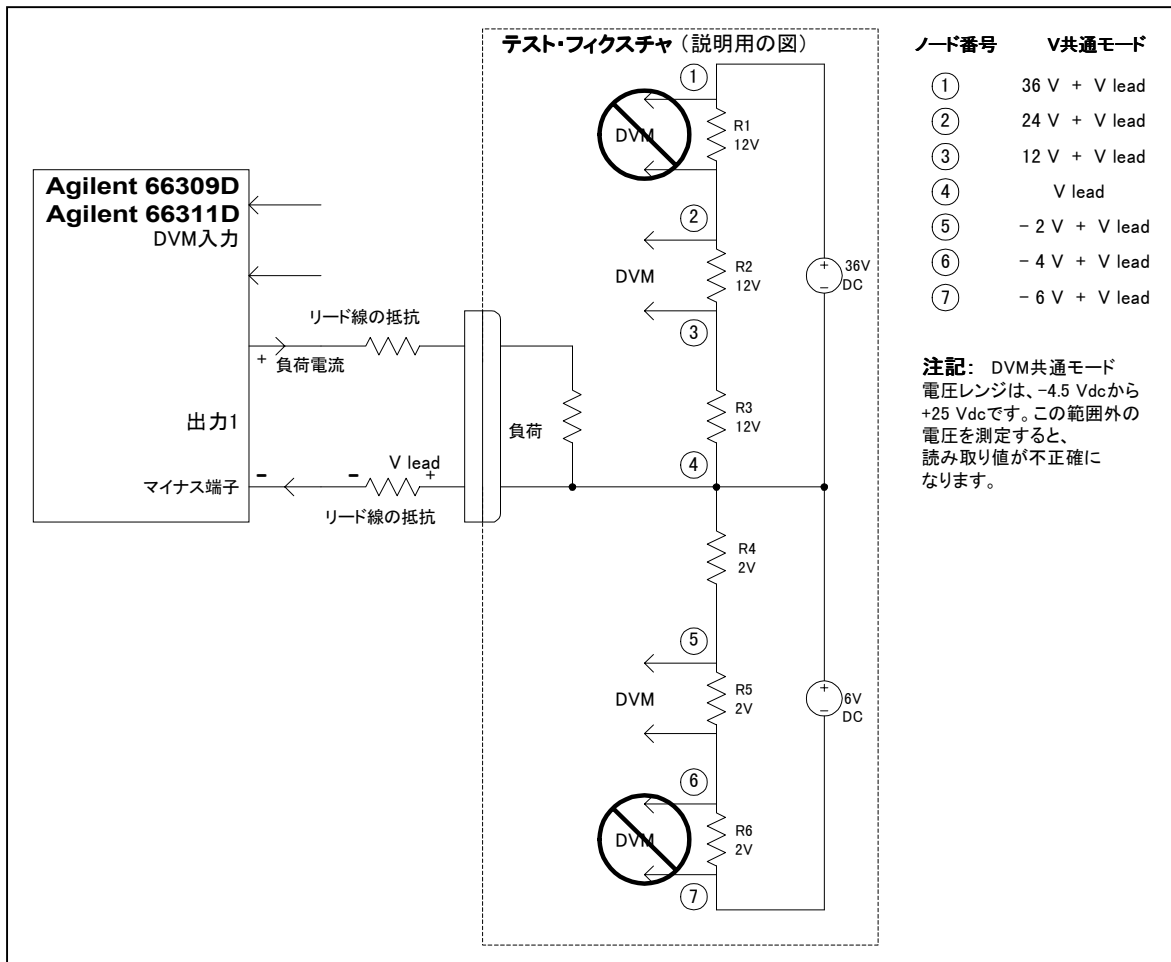

図 3-8. メイン出力を電源としない回路の測定
DVMの測定回路はメイン出力のマイナス端子を内部基準としているため、正確なDVMの測定を保証するためには以下の制約に従う必要があります（図3-8を参照）。
- ◆ メイン出力のマイナス端子を基準にして、 $+25 \text{ Vdc}$ 以上の電圧を測定することはできません。このような状況は図3-8のR1に示されており、全体の電圧降下は 12 Vdc ですが、メイン出力のマイナス端子を基準にすると $36 \text{ Vdc} + \text{Vlead}$ となります。
- ◆ メイン出力のマイナス端子を基準にして、 -4.5 Vdc 未満の電圧を測定することはできません。このような状況は図3-8のR6に示されており、全体の電圧降下は -2 Vdc ですが、メイン出力のマイナス端子を基準にすると $-6 \text{ Vdc} + \text{Vlead}$ となります。
- ◆ 測定したいポイントとメイン出力のマイナス端子との間の共通モード電圧を算出する際は、マイナスの負荷リード線の電圧降下もすべて計算に入れる必要があります。例えば、図3-8では、マイナスの負荷リード線の電圧降下が 2V とすると、R2全体の電圧降下 12 Vdc を正しく測定することはできません。その理由は、負荷リード線の電圧降下をR2およびR3全体の電圧降下に加えると電圧は 26 Vdc となり、DVMの共通モード定格電圧 $+25 \text{ Vdc}$ を超えてしまうからです。